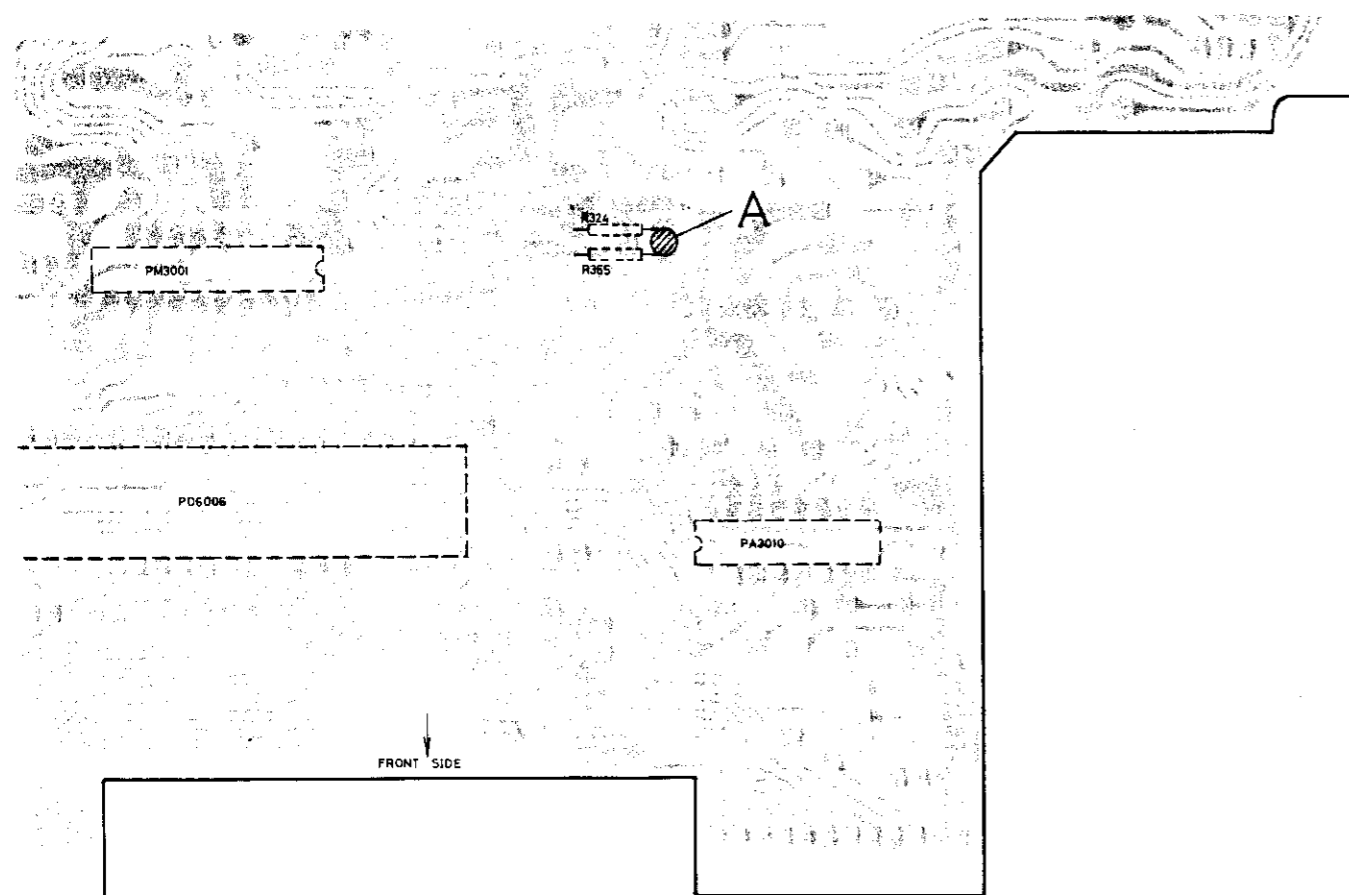

Fig. 12-24 Point de soudage (Montage de contrôle, côté feuille).
2. En cas de dépassement de 0,6Vp-p, faire un pont de la section A comme il est montré Fig. 12-24.